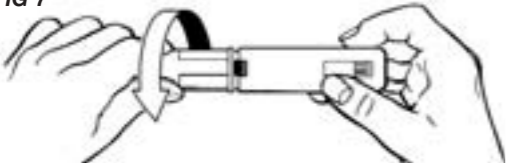

FIG 8
5. Select your site for injection and place the Autoject 2 against the skin (**Fig 8**).
5. Sélectionner le site d'injection et placer Autoject 2 contre la peau (**Fig 8**).
5. Elija el lugar de inyección y ponga el dispositivo Autoject 2 contra la piel (**Fig 8**).